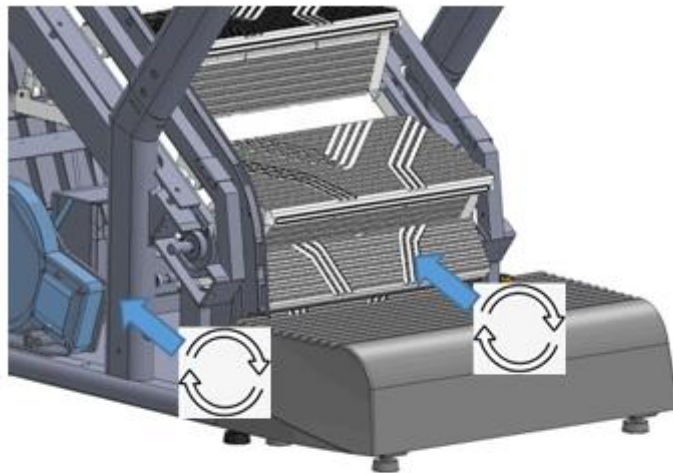

Abbildung 1
- + Drehen Sie das Zahnrad im Uhrzeigersinn, um die Kette zu spannen. (siehe Abbildung 1)